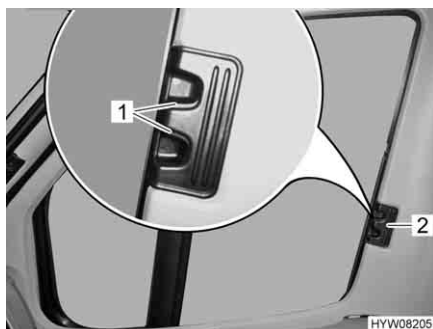

Bild 57 Plisségardin för förar-/passagerarfönster
- Tryck in låshandtagen (Bild 57,1) och håll dem intryckta.
- Ta tag i handtaget (Bild 57,2) och dra plisségardinerna för förar-/och passagerarfönstret till den andra fönstersidan och fäst med magnetremsorna.
- Ta tag i handtaget (Bild 57,2) till plisségardinerna för förarfönstret och passagerarfönstret och skjut in dem så långt det går.
- Släpp låshandtagen (Bild 57,1) och låt dem haka fast.